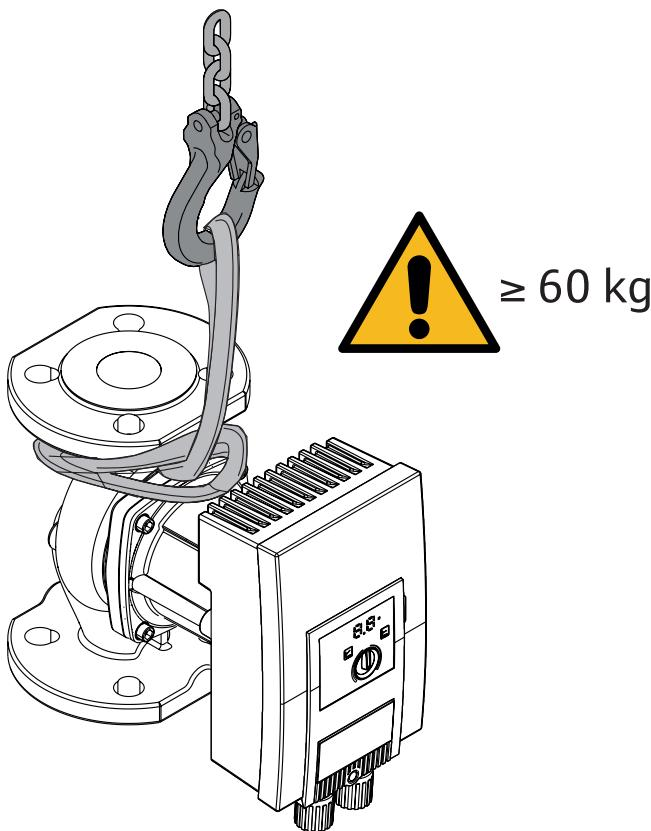

Fig. 3: Transport
- Nositi samo držanjem za motor ili kućište pumpe → Fig. 3.